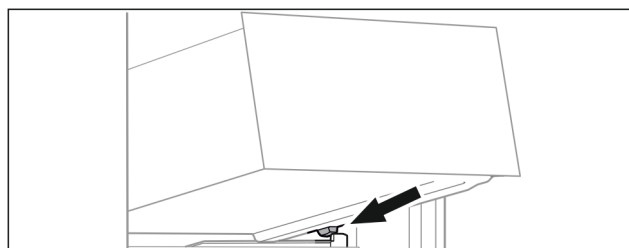

Fig. 69
- ▶ Schubfach schräg hinter den Stoppere auf Behälterrippe aufsetzen. (siehe Fig. 69)